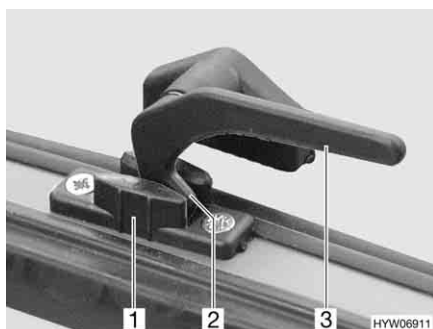

Fig. 80 Palanca de bloqueo en la posición de "ventilación continua"
- En la posición "ventilación continua" (Fig. 80)
- Girar la palanca de bloqueo (Fig. 80,3) un cuarto de vuelta hacia la mitad de la ventana.
- Girar la palanca de bloqueo un cuarto de vuelta hacia el marco de la ventana. El saliente de bloqueo (Fig. 80,2) se ha de introducir para ello en el rebaje del bloqueo de la ventana (Fig. 80,1).